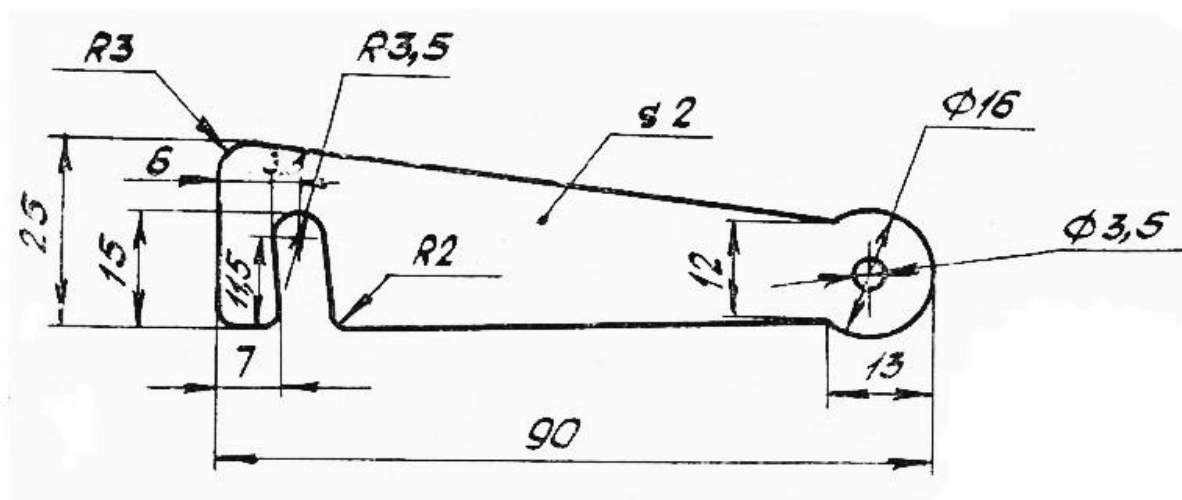

Рис. 1. Крючок
8. По указанным данным, в М 1:1 разработайте чертеж крючка (Рис.1). Чертеж оформляйте на одном формате А 4, с указанием рамки и основной надписи.